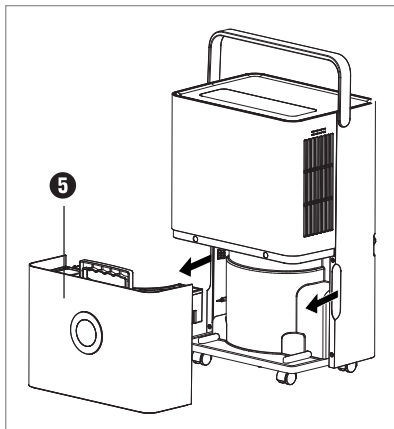

Bild 1
- ◆ Dra försiktigt ut vattentanken **5** ur produkten med hjälp av de infällda handtagen på sidan **4** (se bild 1). Använd handtaget för att transportera vattentanken **5**.